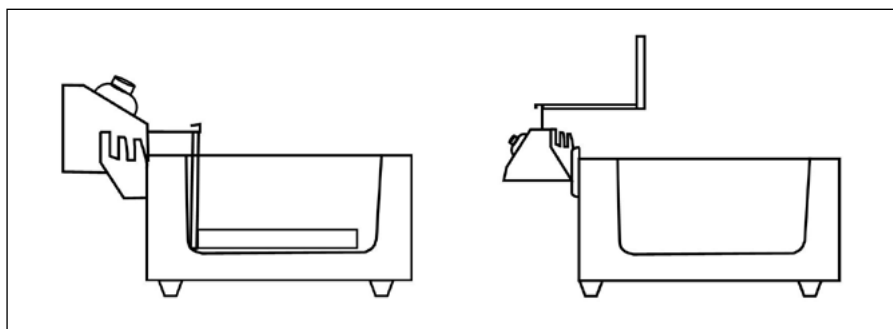

Abb. 3 – Aufgeklapptes Position des Frittierkopfes zum Entfernen des Öls
- + Klappen Sie den Frittierkopf an den Ösen (s. Abb. 3) auf, um überschüssiges Öl vom Heizelement ablaufen zu lassen, oder entfernen Sie den Frittierkopf vollständig.